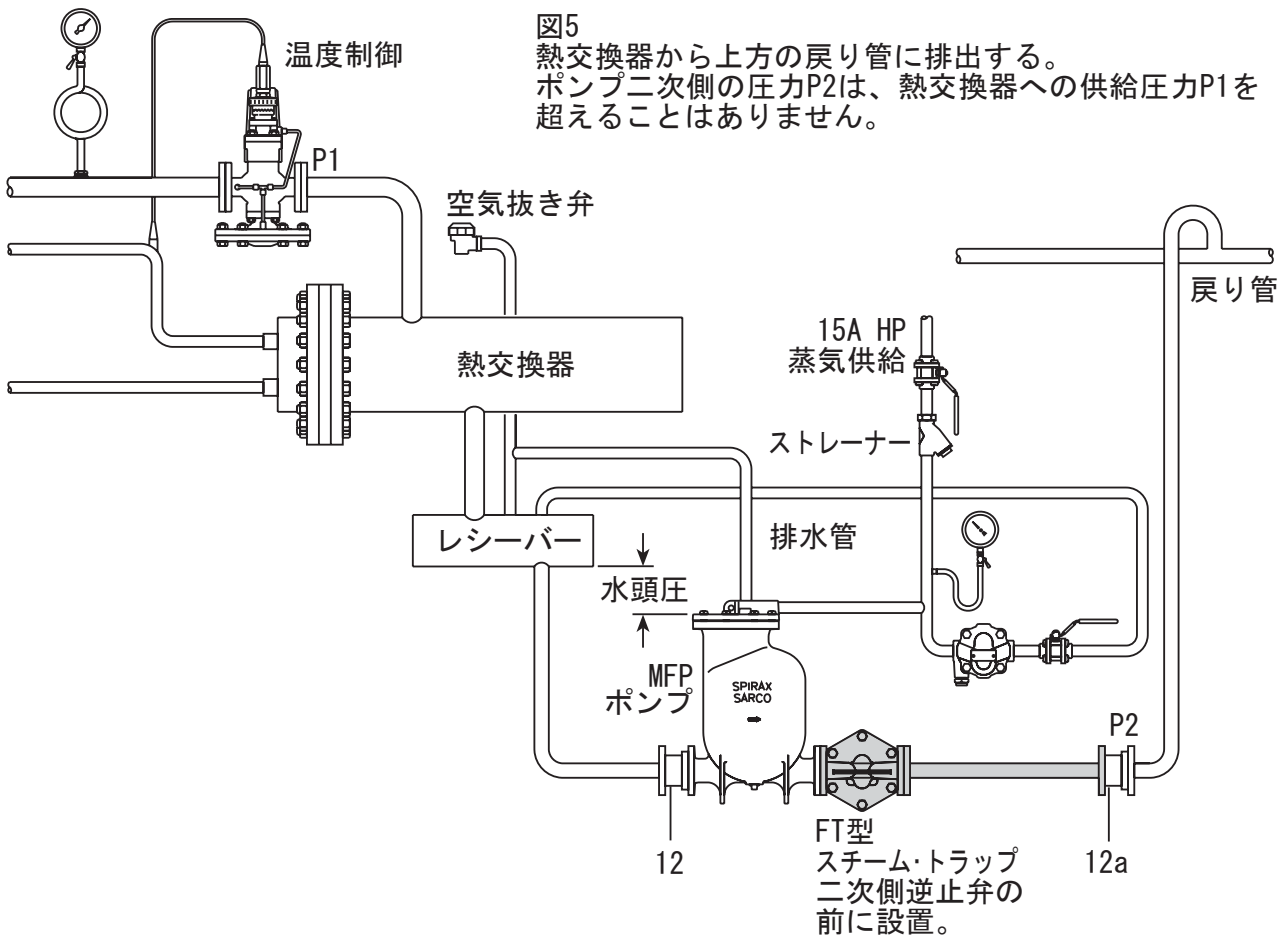

図5
6. 図5に示しているように、如何なる場合でも、ポンプに対する背圧がドレンを排出する装置の圧力より低くなるように、適切な口径のフロート式またはディスク式スチーム・トラップを、ポンプと排出逆止弁の間に取り付けてください。